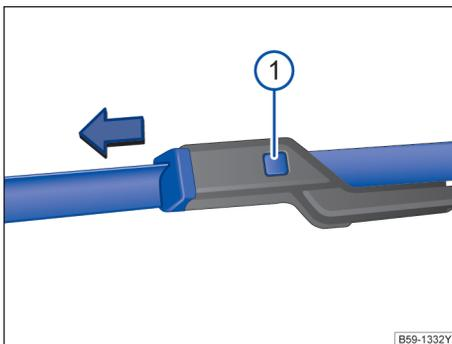

图 188 更换风窗刮水器刮水片
- 按住分离按钮→图 188① 同时沿图示箭头方向拉出刮水片。